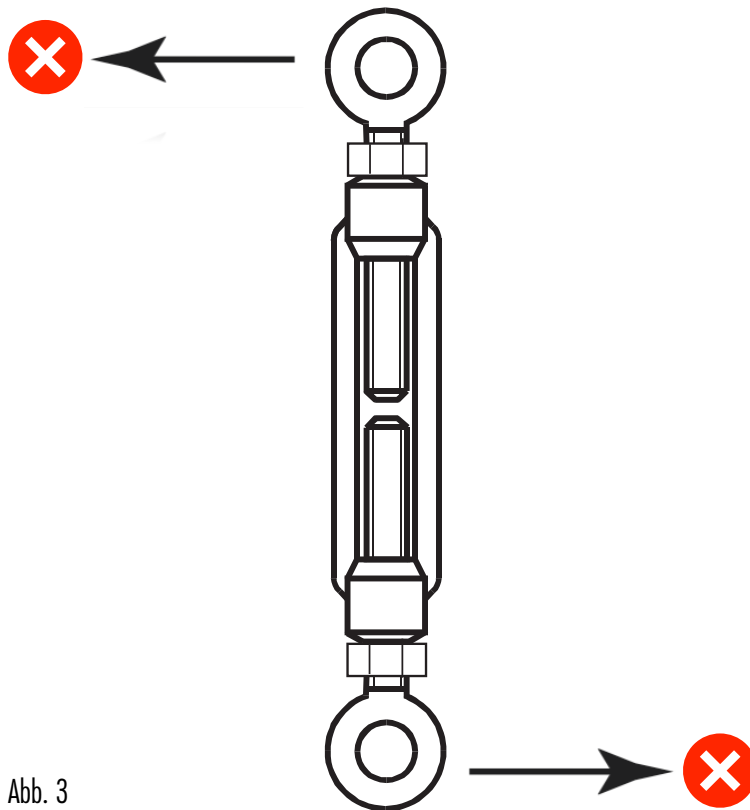

Abb. 3
- Seitliche Zugbelastung sind nicht zulässig (Abb. 3).